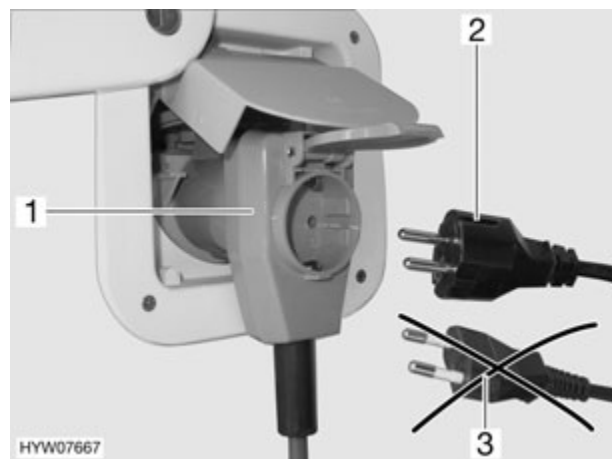

Fig. 78 Conexión a un conector con salida lateral del cable con caja de enchufe
- ▶ Al utilizar un acoplamiento acodado CEE 17, con caja de enchufe (Fig. 78,1) incorporada en el lado trasero, emplear únicamente un conector IP 44 de goma impermeable, con contacto de protección (Fig. 78,2). No utilizar conector sin contacto de protección (Fig. 78,3). ¡Peligro de electrocución!